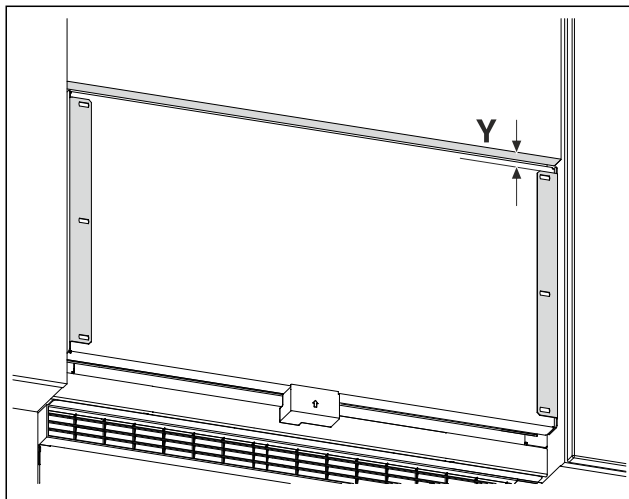

Fig. 24 Przykładowa prezentacja
- Zmierzyć odstęp Fig. 24 (Y) od dolnej krawędzi drzwi mebla do kątownika mocującego.